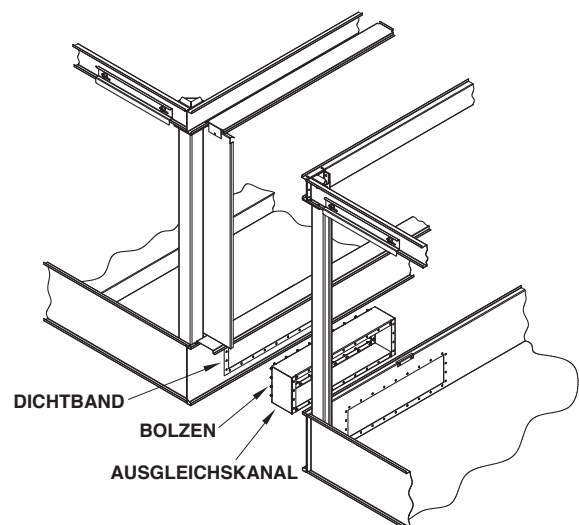

Abb. 8 – Montage Ausgleichskanal bei 17' & 24' (5.2 & 7.3 m) breiten Modellen
2. Gegenflansche, die mit anderen in Kontakt kommen, müssen gereinigt werden, um Schmutz, Fett und Feuchtigkeit zu entfernen. Bringen Sie eine Lage Dichtband auf der Seitenwand an, und zwar mittig über den Bohrungen des Ausgleichskanals (wie in Abb. 8 dargestellt). Entfernen Sie die Papierschutzstreifen vom Dichtband.
6. Richten Sie die Bohrlöcher und Öffnung des Ausgleichkanals mithilfe von Zentrierbolzen (bauseits zu stellen) aus, während Sie das zweite Unterteil gegen das erste führen (wie in Abb. 8 dargestellt).
9. Legen Sie den Tropfkanal über die angrenzenden Flansche der Wannensektion. Eine durchgehende Verbindung schaffen Sie, indem Sie selbstschneidende 5/16" (8 mm) Schrauben durch das Tropfkanalende mit dem größeren Bohrloch in das Tropfkanalende mit dem kleineren Bohrloch drehen. Bei Edelstahlkonstruktionen erfolgt die Befestigung mithilfe von 1/4" (6 mm) Schrauben, welche durch die Halteklammern in eine in der Endplatte befestigten Messing-Nietmutter geschraubt wird (siehe Abb. 8 & 9).